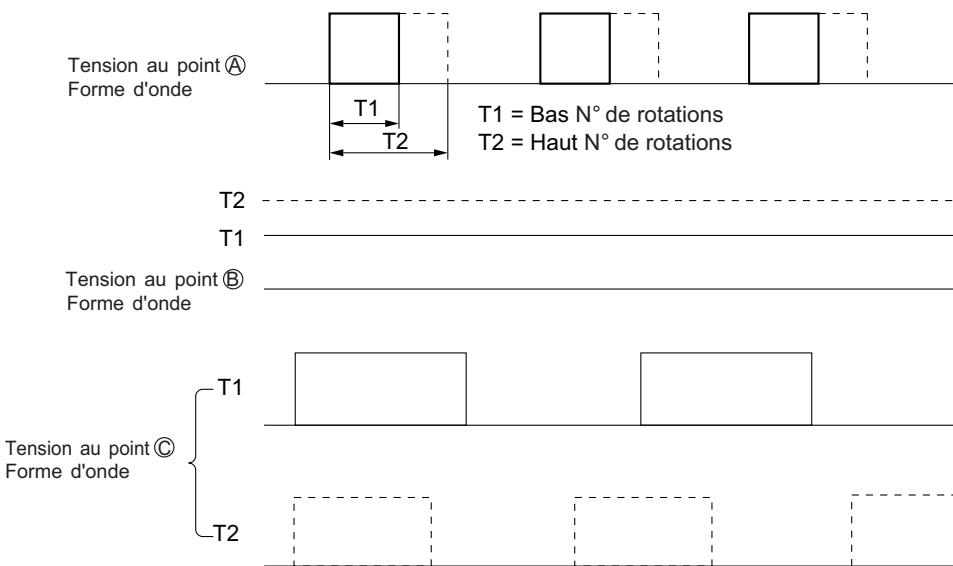

Fig. 5-2
- Pour le point Ⓐ, une pulsation de PWM (modulation d'impulsions en largeur) de 15,7 kHz sera émise de la broche 40 du microprocesseur, comme indiqué sur la Fig. 5-2. La plage d'impulsions variera en fonction des différentes vitesses de commande.